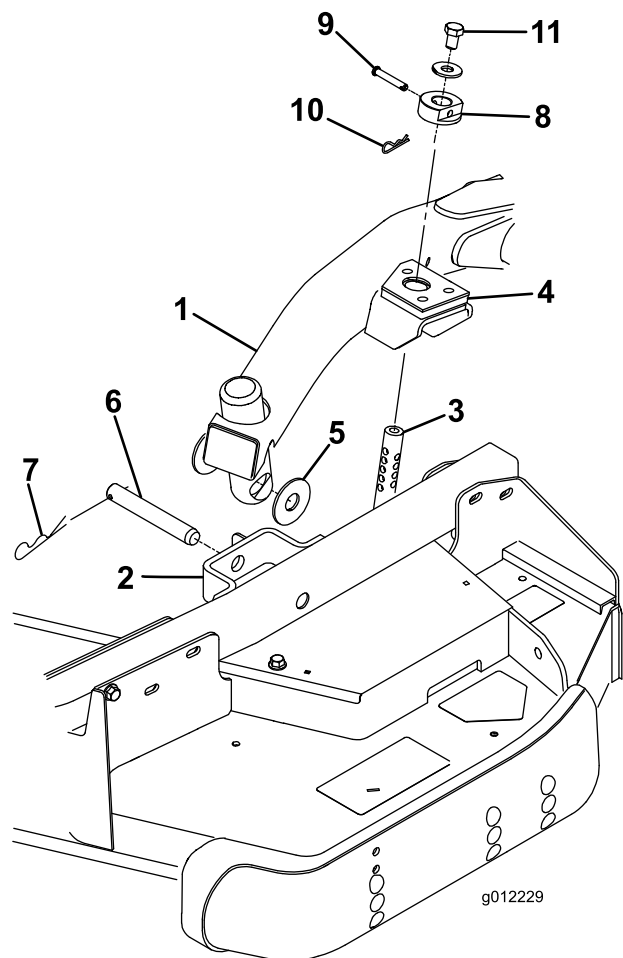

Figura 23
4. Desloque a alavanca de elevação para a posição Suspensa. Empurre um braço de elevação para baixo até que os furos no braço fiquem alinhados com os furos do suporte do braço da roda giratória e a haste de altura de corte possa ser inserida nas pastilhas do braço de elevação (Figura 23).
5. Prenda o braço de elevação ao braço da roda giratória com (2) anilhas de encosto, um passador de forquilha e um pino de gancho. Posicione as anilhas de encosto entre o braço de elevação e o suporte do braço da roda giratória (Figura 23). Insira a extremidade do gancho na ranhura da pastilha do braço da roda giratória para fixar o contrapino.
9. Instale o anel da altura de corte nas varetas da altura de corte e prenda os passadores de forquilha e pernos do gancho (Figura 23). A cabeça do passador de forquilha deve ser posicionada virada para a frente da plataforma.
10. Instale um parafuso (1/2 x 3/4 pol.) e uma anilha na parte superior de cada vareta da altura de corte (Figura 23).